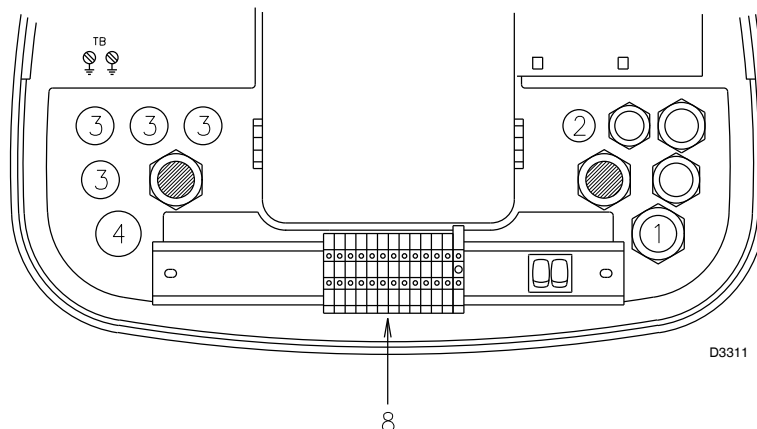

Abb. 22
- Alle an das Klemmenbrett 8) des Brenners (Abb. 22) zu schließenden Kabel müssen durch die mitgelieferte Kabelführung geführt werden. Die Kabelführungen und die Bohrungen können in unterschiedlicher Weise genutzt werden. Nachstehend ein entsprechendes Beispiel: